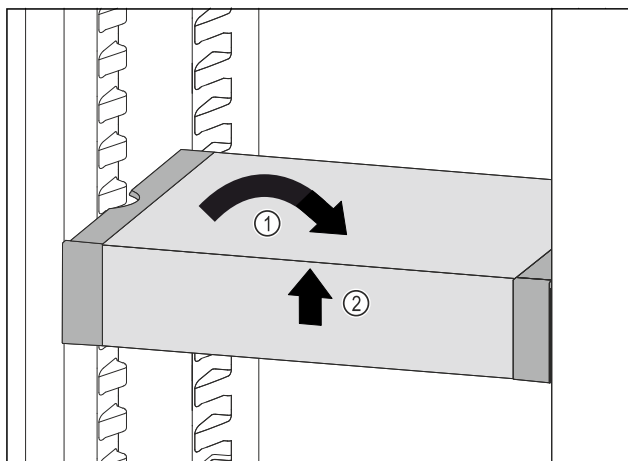

Fig. 115
- Plasser VarioSafe rett. Fig. 115 (1)
- Løft VarioSafe opp i forkant. Fig. 115 (2)